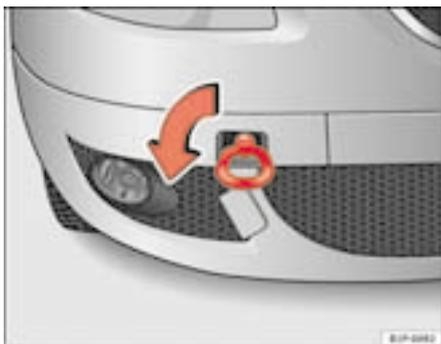
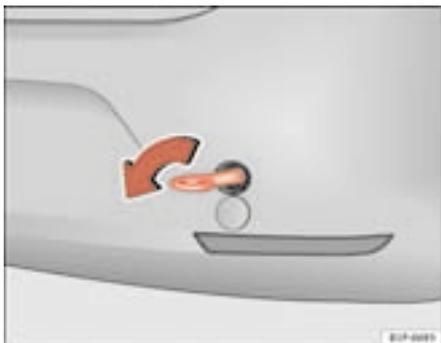

Fig. 178 Enroscar a argola de reboque na parte dianteira direita do veículo
Fig. 179 Enroscar a argola de reboque de trás
- Enroscar a argola de rebocagem no sentido da seta *para a esquerda*, até ao batente, à frente ⇒ fig. 178 ou atrás ⇒ fig. 179 no respectivo furo roscado.